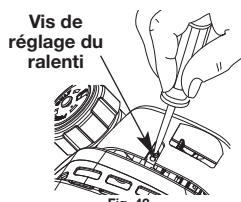

Fig. 42
La vitesse de ralenti du moteur est réglable à l'aide d'une vis de réglage accessible par un trou situé sur le dessus du couvercle du moteur (Fig. 42).
2. Relâchez la manette des gaz et laissez le moteur tourner au ralenti. Si le moteur s'arrête, insérez un tournevis cruciforme entre la couverture du filtre à air et celle du moteur (Fig. 42). Tournez la vis du ralenti dans le sens des aiguilles d'une montre, 1/8 de tour à la fois (selon le besoin) jusqu'à ce que le moteur tourne au ralenti sans à-coups.